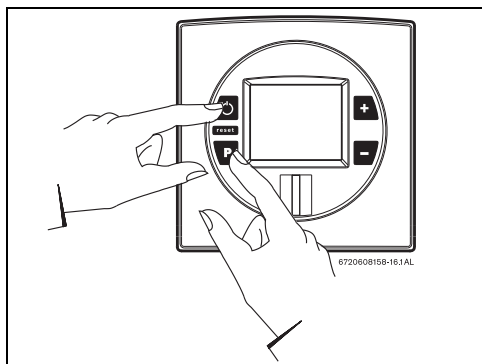

Fig. 47 Modo de ajuste del gas
- Mantener pulsada la tecla de programación y pulsar el interruptor principal ON/OFF para conectar el aparato (Fig.47).